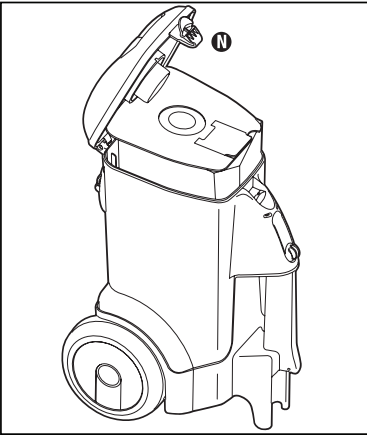

Fig. 10
**Étape 2 :** Ouvrez le couvercle en appuyant sur le verrou du capot! **N** (Fig. 10).